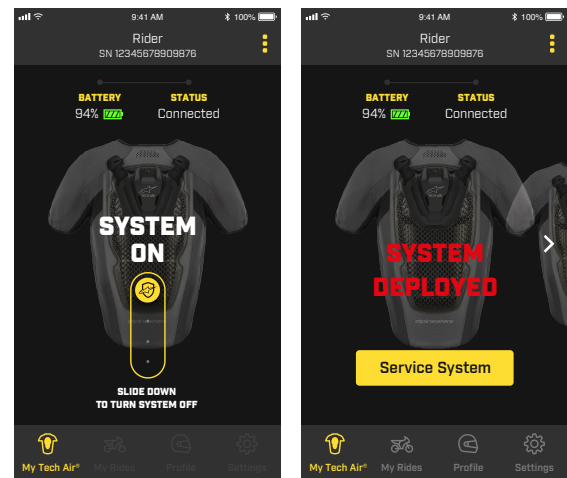

Imagen 12
La Aplicación proporciona información sobre el modo operativo actual del Sistema y comprueba si está funcionando correctamente o no. La señal «Sistema encendido» que se exhibe en la pantalla sugiere que la Revisión del Sistema se ha realizado exitosamente y que el Sistema se encuentra activo. Durante la conducción, el modo «Sistema encendido» está activo y por consiguiente y por razones de seguridad, el usuario no podrá acceder a la mayoría de las funciones de la Aplicación. En caso de que el usuario necesite desactivar el Sistema, por ejemplo durante un paseo fuera de la carretera sobre un camino escabroso, el Sistema puede apagarse si se desliza el icono de la Aplicación (como se muestra en la Imagen 12). Para reactivarlo, utilizar el icono de deslizamiento o abrir y cerrar la Solapa Delantera (2). Durante un accidente, el usuario puede comprobar el despliegue del Sistema en el momento desde la Aplicación, dado que esta muestra el despliegue del Sistema (véase Imagen 12 donde se muestra el estado del Sistema).